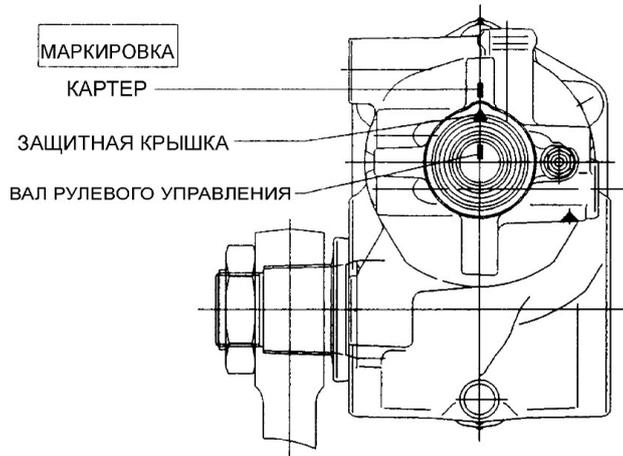

Рис. 6.22. Маркировка
4. Повернуть рулевое управление в среднее положение – половина общего количества оборотов рулевого колеса, при этом должны совпадать маркировки (см. Рис. 6.22) на вале рулевого управления, защитной крышке и картере.